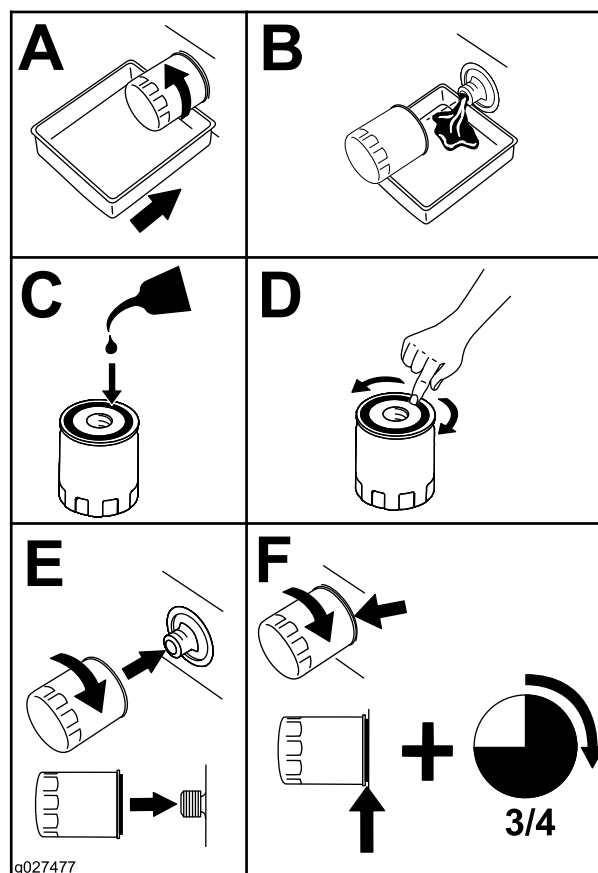

Figura 33
2. Substitua o filtro de óleo do motor (Figura 33).
- Localize e retire a(s) vela(s) de ignição como se mostra em Figura 33.